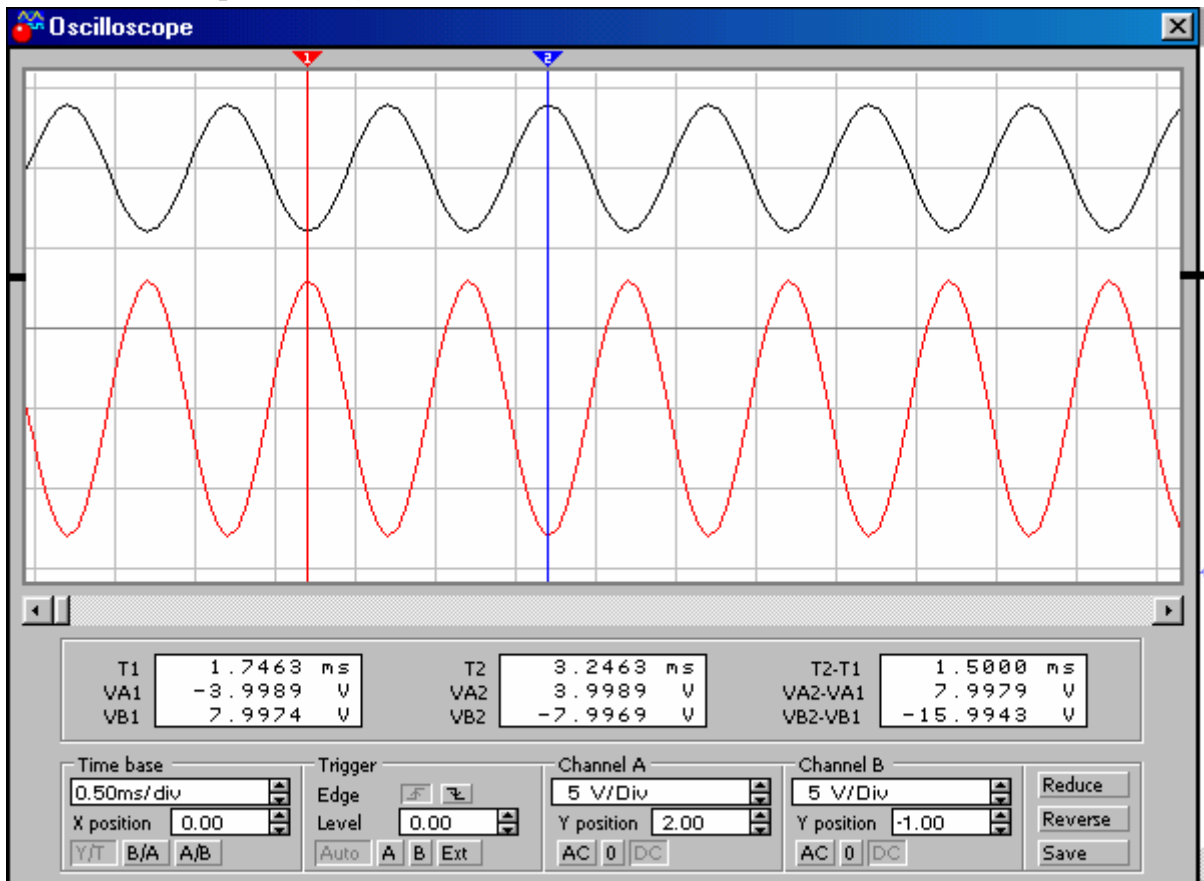

Рисунок 8.10
- розгорнути зображення на весь екран горизонтальною прокруткою (рис. 8.10).
Амплітуди $U_{m_{\text{вих}}}$ та $U_{m_{\text{вх}}}$ вимірюються на збільшеному екрані осцилографа (рис. 8.10) встановленням маркерів 1 і 2 на різнополярні амплітуди.